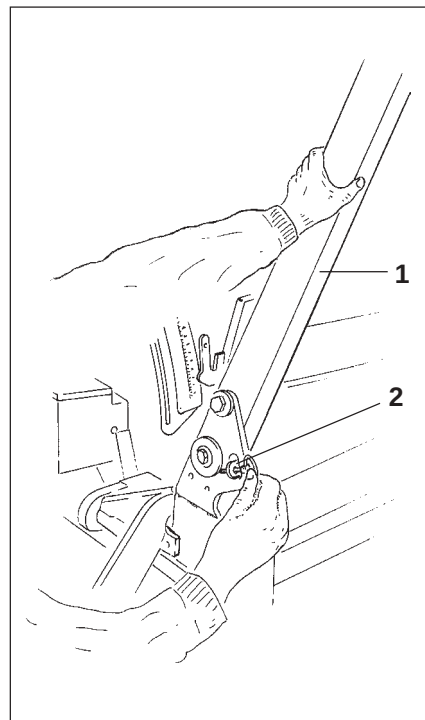
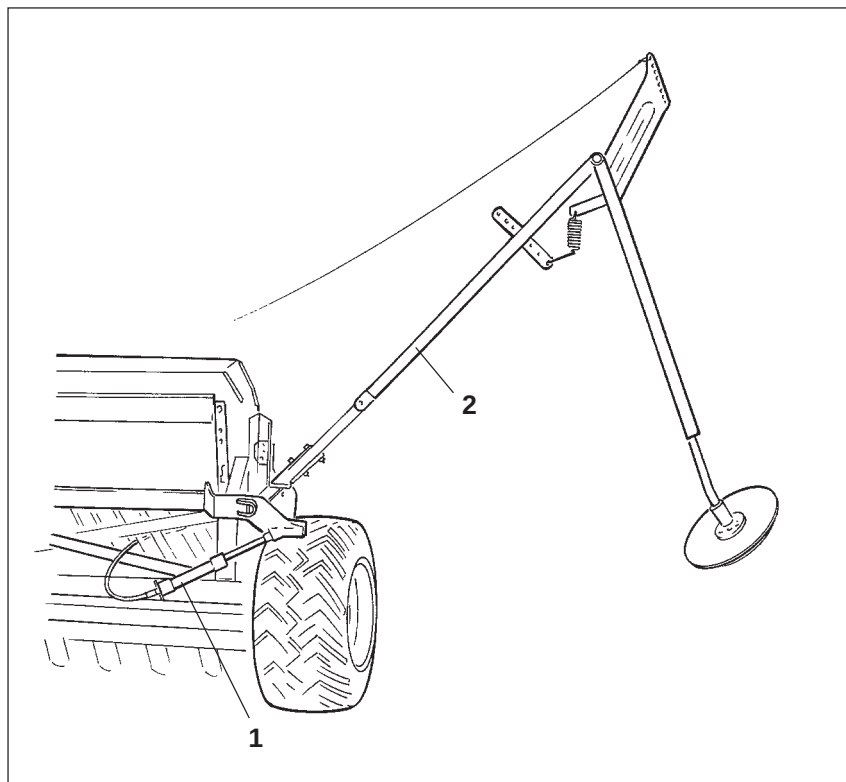

Рис. 10.10
Рис. 10.12
- Крепко держите кронштейн маркера (Рис. 10.10/1) и снимите откидной шплинт (Рис. 10.10/2).
Если маркеры оборудованы гидравлическими цилиндрами (Рис. 10.12/1), кронштейн маркера (Рис. 10.12/2) после снятия откидного шплинта (Рис. 10.10/2) слегка наклоняется в сторону.